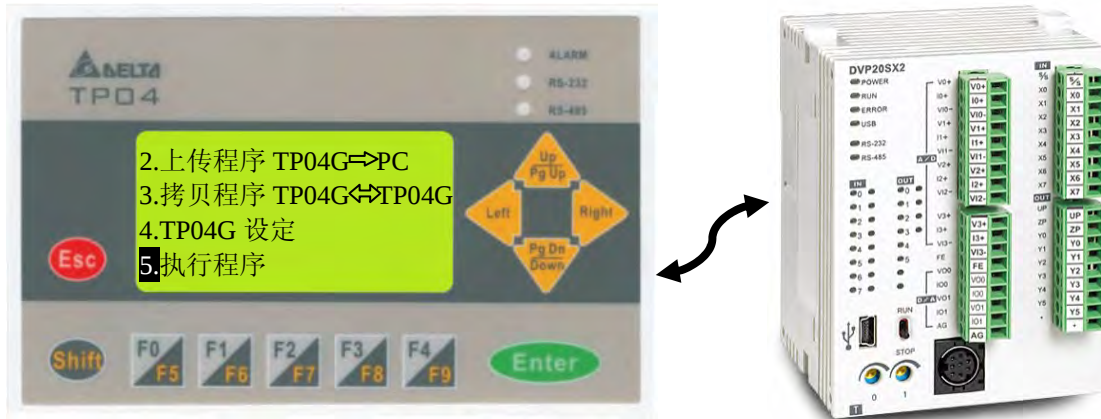

图 6-24 联机后执行程序
- 步骤 10. 以 RS-485 方式连接 TP 人机与 PLC，将 PLC 的 RS-485 通讯正端与人机的 RS-485 通讯正端接在一起，PLC 的 RS-485 通讯负端与人机的 RS-485 通讯负端接在一起。接着将 PLC 设为 RUN，且按下 TP04G 系统主选项的【5.执行程序】。如图 6-24。